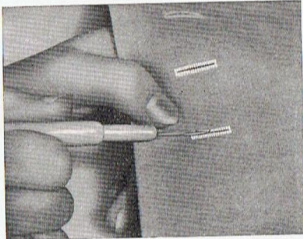

Abb. 22.
10. Das Knopfloch vorsichtig mit dem Knopflochmesser S 15399, das im Werkzeugkasten liegt, aufschneiden. (Abb. 22.)